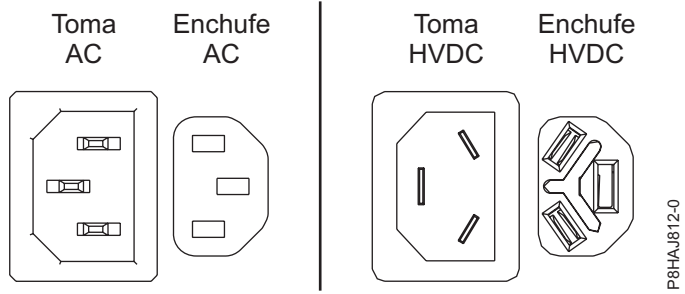
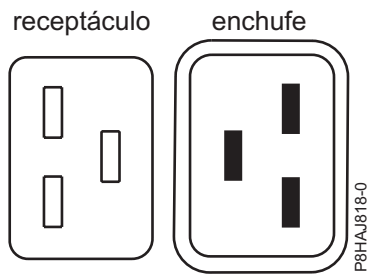
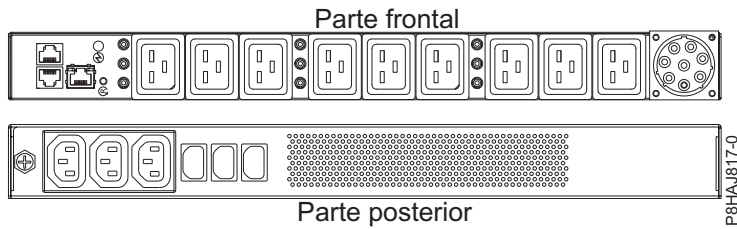

Figura 25. Conectores de CA y HVDC
Figura 26. Conectores del sistema 8408-44E
Figura 27. PDU del sistema 8408-44E
En la Figura 25 en la página 43, se muestran los conectores admitidos de corriente alterna (CA) y de corriente directa de alto voltaje (HVDC). En la Figura 26 en la página 43 y la Figura 27 en la página 43, se muestran los conectores soportados y la unidad de distribución de alimentación (PDU) soportada para 8408-44E.